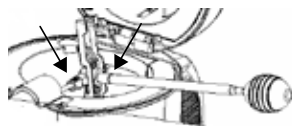

Fig.13
5. Premere lentamente la pompa, in modo tale che l'acqua possa scorrere attraverso il tubo montante e il rubinetto (fig. 13).